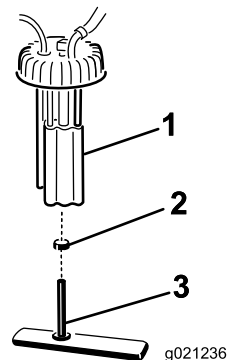

Figura 49
2. Desenchufe los conectores del arnés de cables de la bomba de combustible (Figura 49).
3. Retire el conjunto de la bomba de combustible y el filtro de combustible del depósito (Figura 49).
4. Retire la abrazadera que sujeta el tubo del filtro de combustible al acoplamiento de la bomba de combustible. Retire el tubo del acoplamiento (Figura 49).